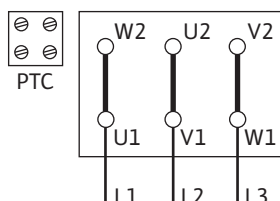

Fig. 10: Y-Δ-start
- De netaansluiting is afhankelijk van het motorvermogen P_2 , de netspanning en het inschakeltype. De vereiste schakeling van de verbingsbruggen in de klemmenkast vindt u in de volgende tabel en Fig. 10, 11 en 12.